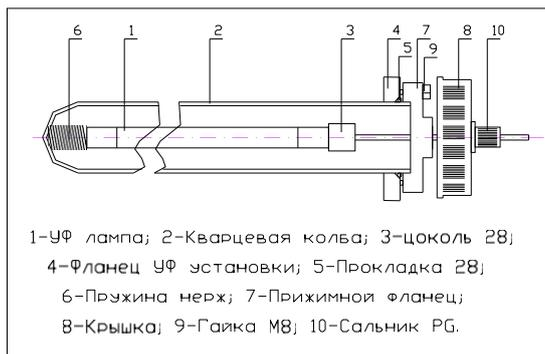

Рис. 2 Узел сборки лампы
4.2. На рис.2 представлен узел сборки УФ лампы. Гидроизоляция кварцевого кожуха -2 в корпусе БО обеспечивает уплотнительная прокладка круглого сечения 5, поджатая с помощью трех гаек -9 фланцем -7.
6.4. При обнаружении протечки подожмите уплотнительную прокладку (5 на рис.2).
12.3. Поверните крышку – 8 (рис.2).